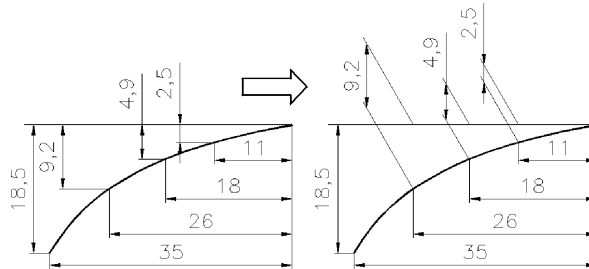

Fig. 6.68 Înclinarea liniilor ajutătoare
- Înclinarea liniilor ajutătoare, ca în Fig. 6.68, se poate obține astfel:
1. Se pornește de la cotele liniare verticale, Fig. 6.68, stânga.